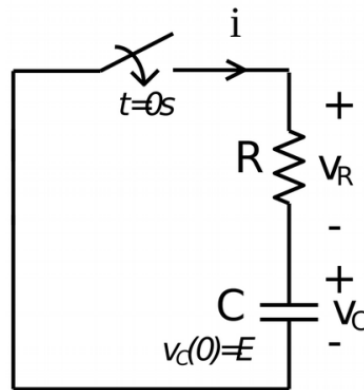

Figura 4 – Circuito RC de descarga do capacitor
Seja o circuito da Figura 4, no qual o capacitor está inicialmente carregado com  $E(v_c(0)=E)$ . Em  $t=0s$  fecha-se a chave S, neste instante a corrente no circuito é máxima, pois toda a tensão armazenada no capacitor é aplicada ao resistor ( $I_{\max} = -E/R$ ). A partir deste ponto, o capacitor inicia um processo de descarga por meio do resistor R. A medida que o capacitor se descarrega, a corrente diminui, pois a tensão no resistor é  $v_r(t) = -v_c(t)$ , obedecendo uma função exponencial até atingir o valor zero, quando este estiver totalmente descarregado.
A partir da equação de malha do circuito da Figura 4,  $0 = R \cdot i(t) + v_c(t)$  e da equação da corrente no capacitor,  $i(t) = C \cdot dv_c(t)/dt$ , obtém-se a expressão no tempo para a tensão e corrente no capacitor, conforme apresenta as equações (4) e (5).